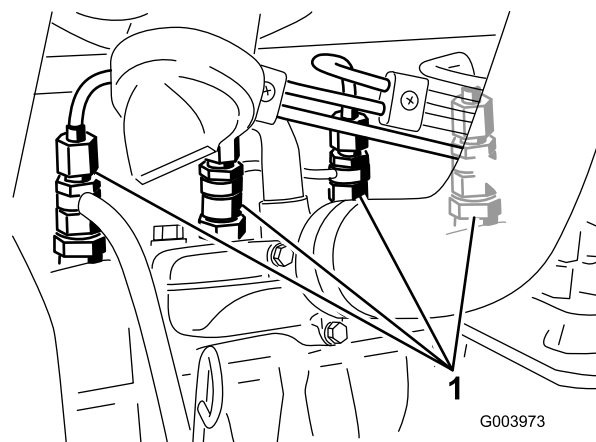

Figure 41
1. Desserrez le raccord entre l'injecteur n° 1 et le porte-injecteurs (Figure 41).